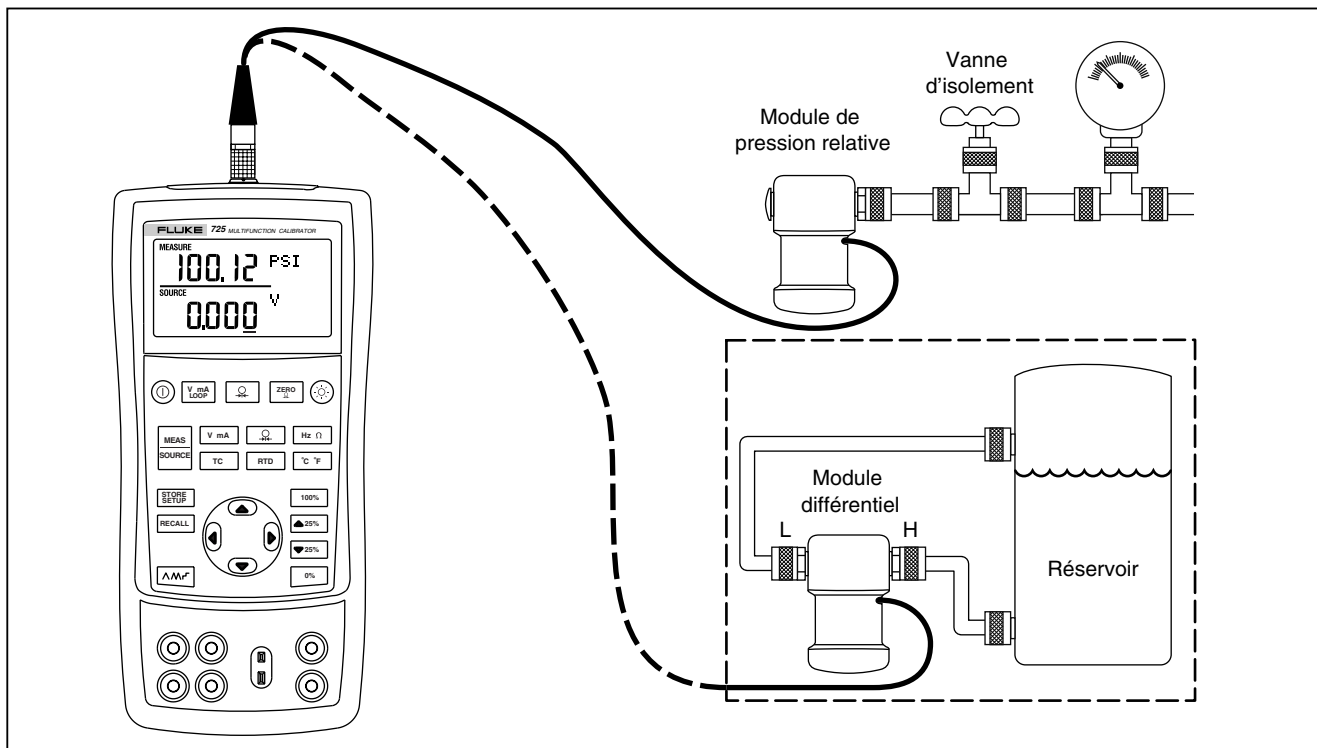

Figure 13. Branchements pour la mesure de pression
1. Raccordez un module de pression au calibrateur conformément à la figure 13. Le filetage des modules de pression est compatible avec les raccords de tuyaux normalisés ¼ NPT. Utilisez au besoin l'adaptateur fourni ¼ NPT - ¼ ISO.